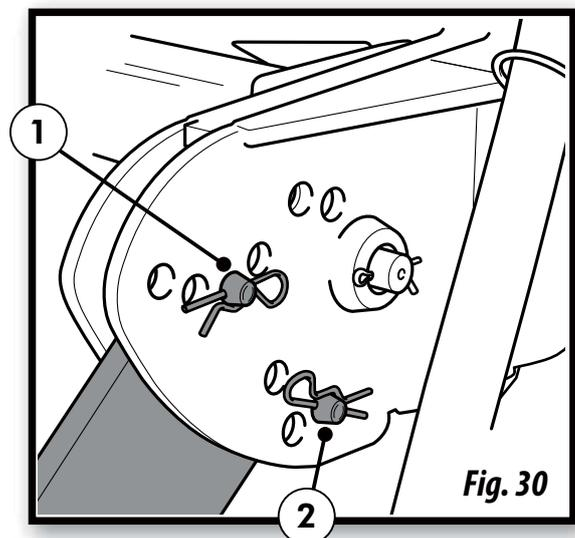

Fig. 30
**a.** Mediante el bulón superior (nº 1, fig. 30) controlaremos la profundidad de siembra de la última hilera de brazos del equipo y consecuentemente mayor o menor presión sobre el suelo.
**b.** Con el bulón inferior (nº 2, fig. 30) controlaremos la penetración del rodillo en el suelo y además podremos fijarlo para el transporte.
EN SIEMBRA DIRECTA ES ACONSEJABLE FIJAR EL RODILLO CON EL BULÓN (nº 1, fig.30) YA QUE PERMITE CONTROLAR LA PROFUNDIDAD DE SIEMBRA DE LA ÚLTIMA HILERA DE BRAZOS DEL EQUIPO Y EN CONSECUENCIA NIVELARLOS CON LAS PRIMERAS HILERAS. ES RECOMEDABLE HACER UNA PRUEVA ANTES DE EMPEZAR A SEMBRAR.